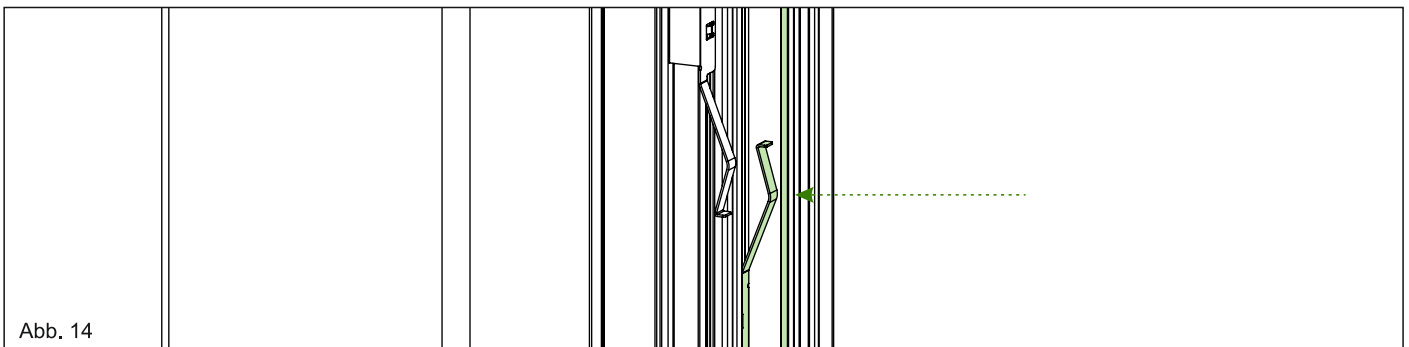

Abb. 14
13. Drücken Sie auf die Spannungsklemmen der Markisenschiene um diese in der Schienenführung einzurasten. Siehe Abb. 14.